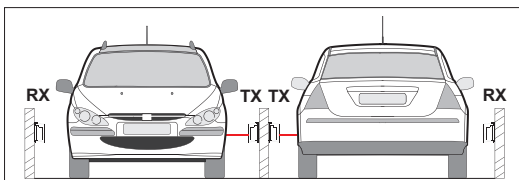

Figura 4
- Caso seja necessária a instalação de 2 ou mais pares de barreira em condição semelhante a mostrada abaixo, instale as unidades RX e TX como indicado (Figura 4):